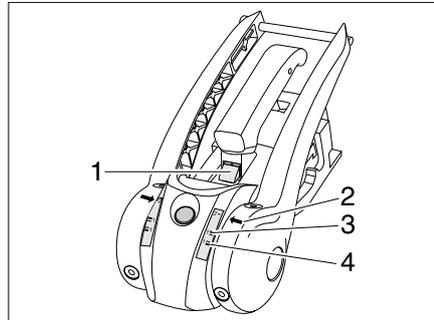

Bild 152 Verschleißkontrolle Reibbeläge
- Wenn die grüne Markierung sichtbar ist (Bild 152,1), sind die Reibbeläge vorn und hinten noch in Ordnung. Ist die grüne Markierung nicht mehr sichtbar, müssen die Reibbeläge gewechselt werden.
- Ist der Pfeil (Bild 152,2) unterhalb der Softdockmarkierung 1-grün, (Bild 152,4) sind die Reibbeläge rechts und links in Ordnung. Ist der Pfeil (Bild 152,2) oberhalb der Softdockmarkierung 1-rot (Bild 152,3), müssen die Reibbeläge gewechselt werden.
- Wenn die grüne Markierung sichtbar ist (Bild 152,1), ist die Kupplungskugel in Ordnung. Ist die grüne Markierung nicht mehr sichtbar, ist der Durchmesser der Kupplungskugel $< 49\text{mm}$ und die Kupplungskugel muss gewechselt werden.